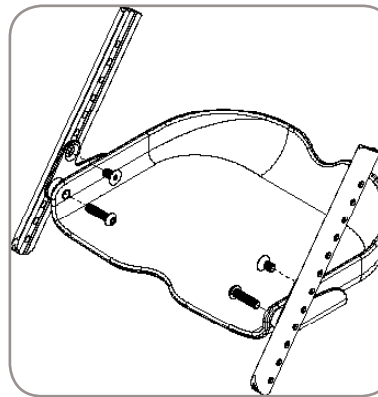

Figura 16
3. Retire la cabeza plana y los pernos de cabeza de botón de los lados izquierdo y derecho, consulte la figura 16. Se requiere una llave hexagonal de 5 mm.